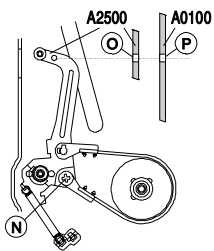

Fig. 17
- Bremsbandjustageschraube N (Fig. 17) so einstellen, dass das Loch O des Bandzugfühlers (Pos. A2500) über dem Loch P des Laufwerkträgers ist.